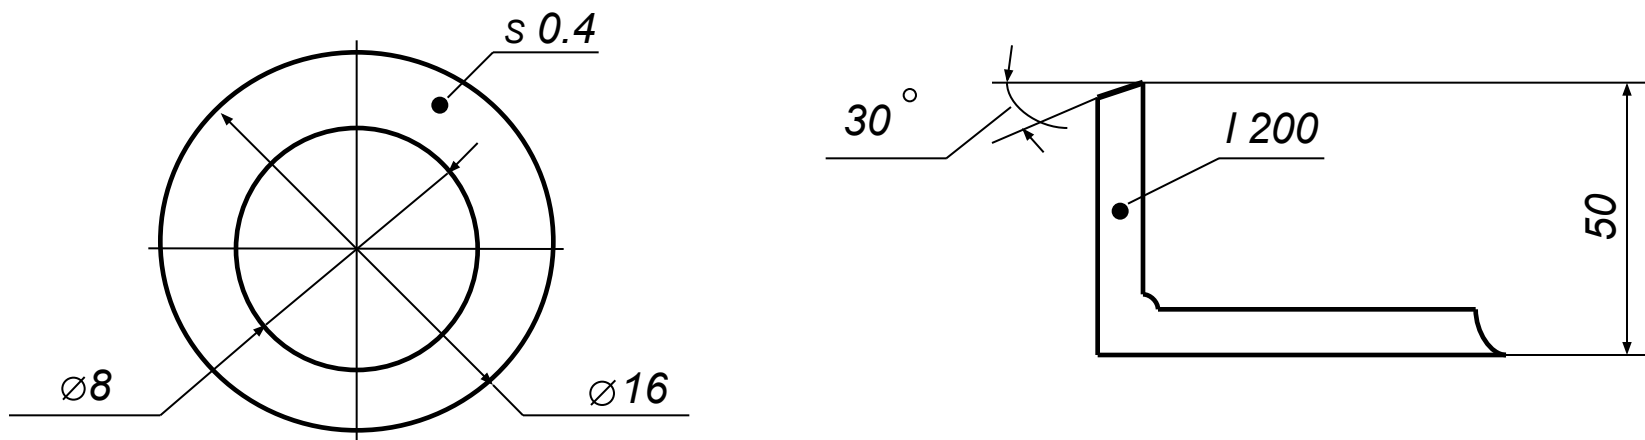

Рис. 17
- ❑ При изображении детали в одной проекции размер ее толщины или длины наносят, как показано на рис. 17